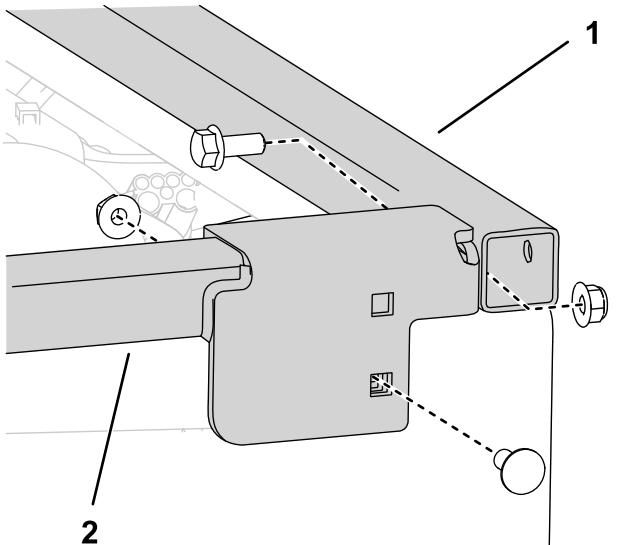

Figura 11
4. Conecte el espaciador derecho de la plataforma al tubo del bastidor delantero con un perno, y al bastidor de la plataforma con un perno de cuello cuadrado, como se muestra en la Figura 11.